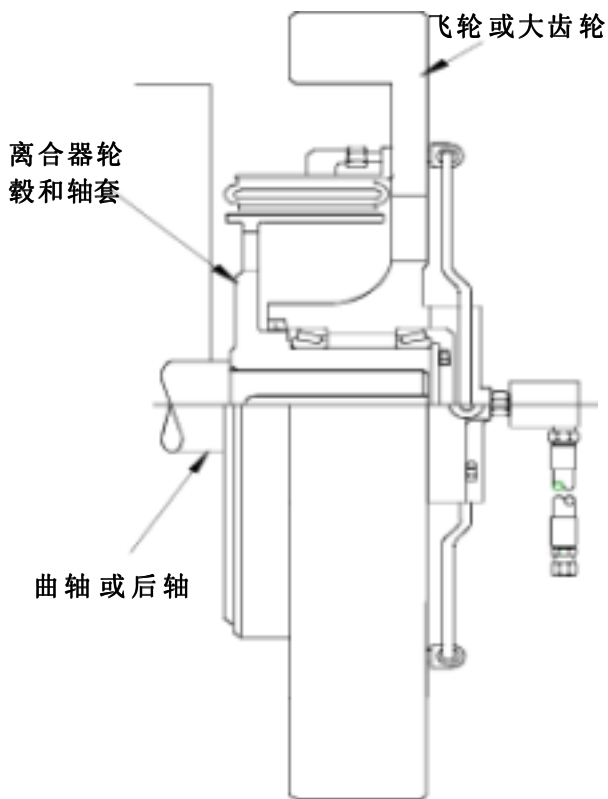

图 7
2.1.6 图 7 显示了用于冲压设备的 CB 型离合器安装方式。轮毂和轮毂轴套装在曲轴或后轴上，离合器装在轴承式安装的飞轮或大齿轮上。冲压设备上的 CB 型离合器通常与 Airflex CTE 或 CS 刹车结合使用。